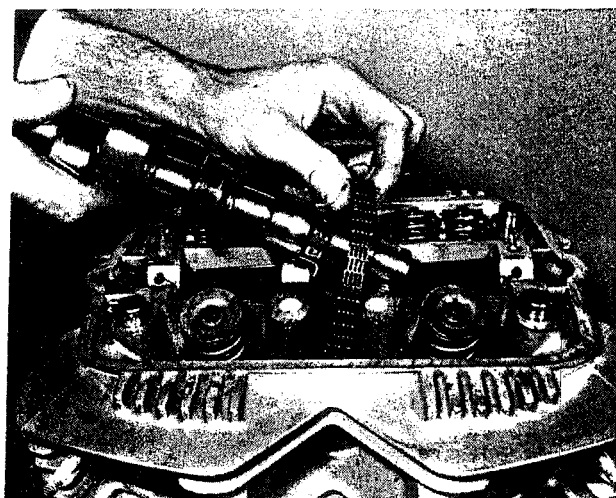

Bild 154
- Die Steuerkette mit einem Drahtstück sichern, so dass sie beim Einbau der Nockenwelle nicht in den Kettenschacht fallen kann. Das Kettenrad der Nockenwelle links von der Steuerkette ansetzen und die Nockenwelle von der rechten Seite her einführen (Bild 154). Die Einstellmarken des Kettenrades müssen sich auf der linken Seite befinden. Damit das